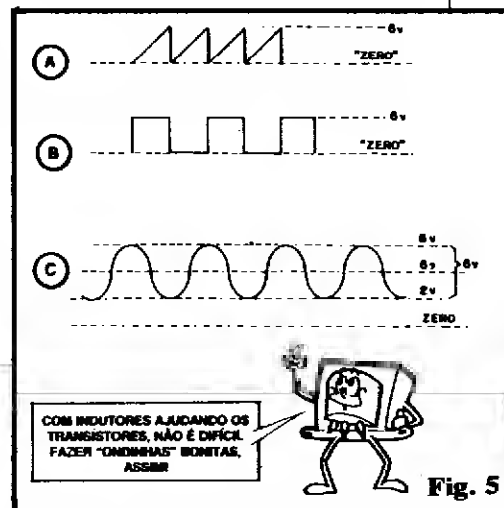

Fig. 5
- FIG. 5 - No início da presente “Lição” Teórica, dissemos que os osciladores geram manifestações
apresenta a “harmonia” ou **proporção** entre “subidas” e “descidas” mostradas nos exemplos da fig. 5! Também simples **pulsos**, de qualquer formato, e em qualquer “sentido”, ocorrendo mesmo a intervalos relativamente longos (porém obrigatoriamente dentro de um ritmo constante e estabelecido...) são passíveis de serem gerados por blocos OSCILADORES! Alguns exemplos: em 6-A temos pulsos “positivos” agudos, indo de “zero” até um “pico” de 5V e ocorrendo “longe, longe”, porém a intervalos regulares. Em 6-B temos uma manifestação parecida, porém em “sentido” inverso: o nível estável do sinal situa-se “lá em cima”, em 5V e, a intervalos regulares (ainda que longos), ocorre uma aguda “descida” do nível de tensão, até o “zero”. Em 6-C e 6-D temos as configurações equivalentes, porém com pulsos nitidamente **retangulares** (são, por razões matemáticas, geométricas e elétricas, parentes próximos da manifestação “QUADRADA”, notem...) e não mais “agudos” (como em 6-A e 6-B).